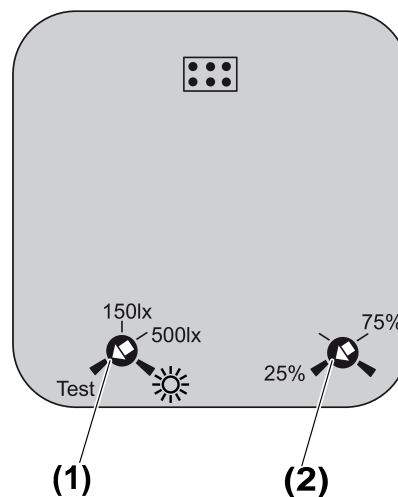
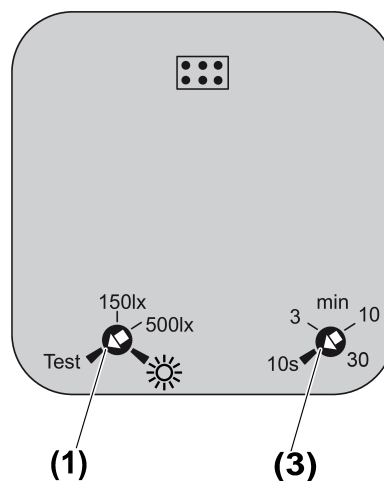

Bild 13: Reglage rörelsedetektor artikelnummer 5373 .., 5375 ..
Bild 14: Reglage rörelsedetektor artikelnummer 5379 ..
- Vrid reglaget (1) (se bild 13), (se bild 14).
- Vrid reglaget (2) (se bild 13).
- Vrid reglaget (3) (se bild 14).
- Gör testinställningar Vrid reglaget (1) till **Test** (se bild 13), (se bild 14).